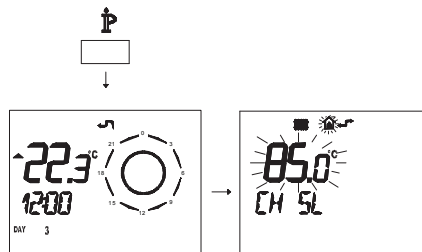

Figura 5.45
- Premere per più di 3 secondi il pulsante **IP** para per entrare in modalità **INFO** (Figura 5.45).